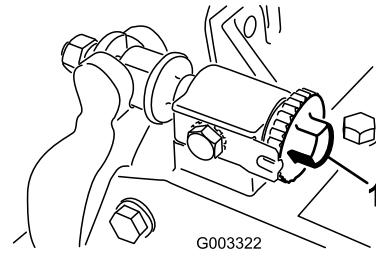

Рисунок 25
1. Ослабьте контакт барабана с неподвижным ножом, поворачивая регулирующие ручки неподвижного ножа (Рисунок 25) против часовой стрелки до исчезновения контакта.